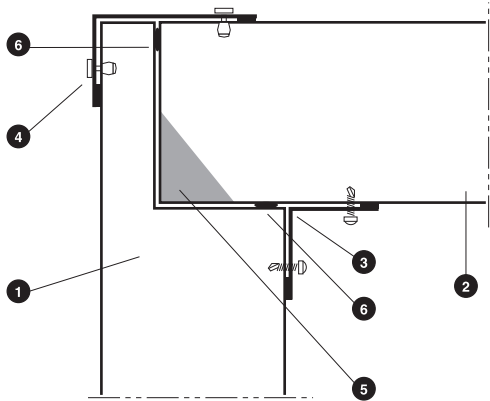

FIGURE 6.6 JONCTION SOL-PAROI VERTICALE
- Jonction sol – paroi verticale (Figure 6.6)